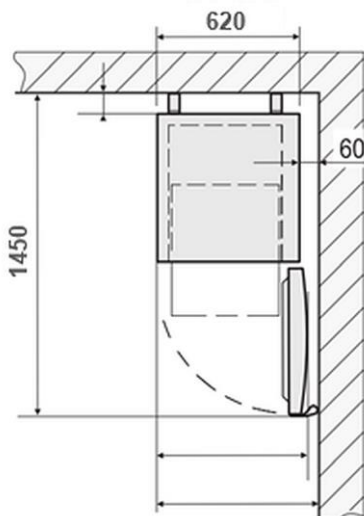

Fig. 5
- Si l'appareil doit être installé dans un angle de pièce, assurer une distance sur les côtés d'au moins 60 mm (fig. 5).